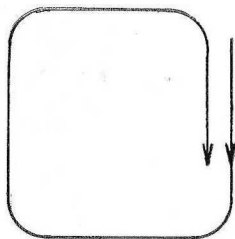

Fig. 48
- 2) Tourner d'une façon continue autour de la pièce, après avoir arrondi les coins aux deux premiers passages (fig. 48).